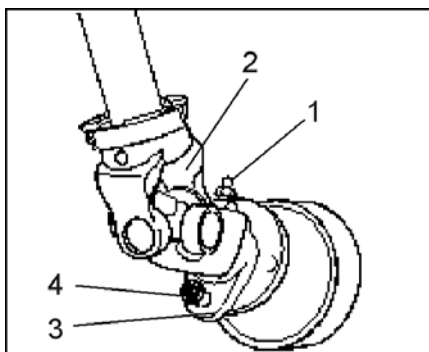

Fig. 10
- Smørenippel(Fig. 10/1) løsnes og kardanakslen (Fig. 10/2) monteres.
- Gaflen (Fig. 10/3) sættes fast med sikringsbolten (Fig. 10/4).
- Smøreniplen (Fig. 10/1) skrues i.